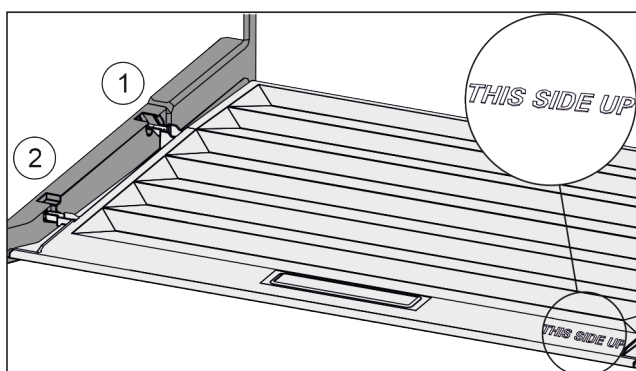

Fig. 135
- ▶ Introduire les rainures du couvercle par l'orifice du support arrière Fig. 135 (1) et les enclencher à l'avant dans le support Fig. 135 (2).